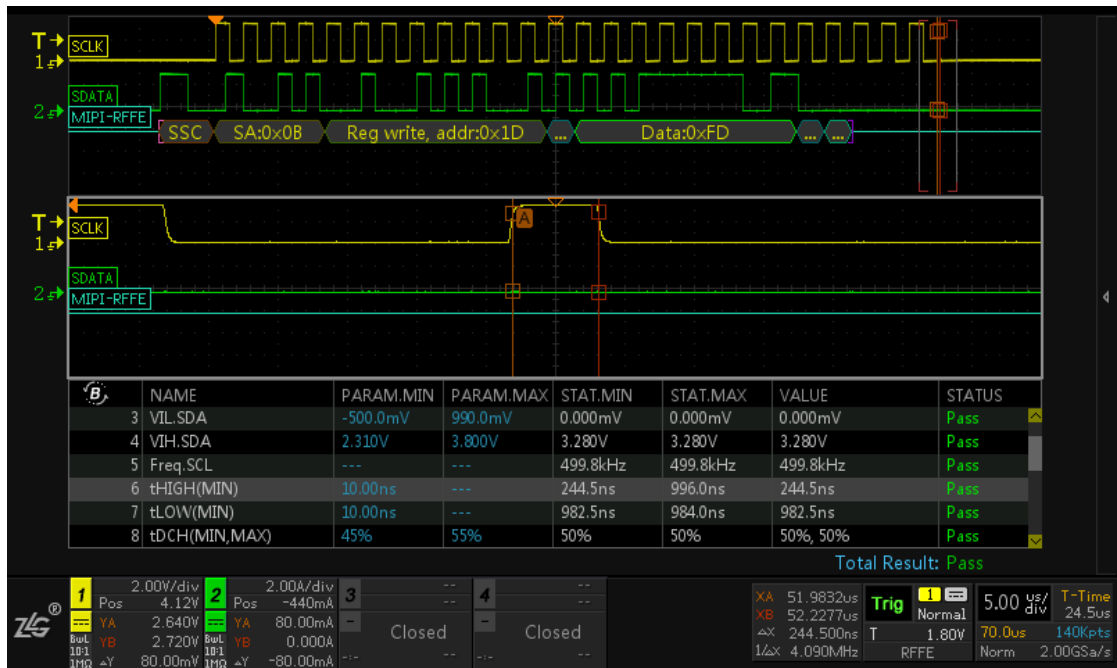

图 2.11 数据分析
- 在测试列表中旋转旋钮 B 可查看测试表中的参数测试结果，需要查看某一项参数测试细节可通过旋钮 B 选中后短按旋钮 B，此时屏幕中的缩放窗口将跳转至所选数据的测试部位，如图 2.11 所示。